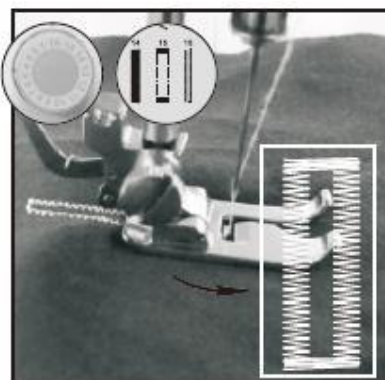

Рисунок 19
- 6) Выберите 16-ю строчку, затем включите переключатель и шейте до тех пор, пока петля не будет полностью вышита (Рисунок 19).